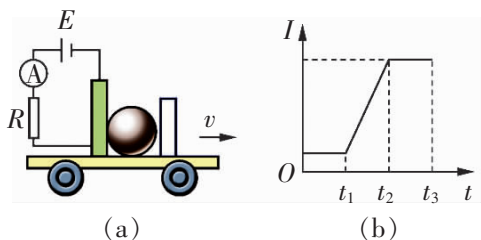

图 3-1
1. 压敏电阻的阻值随所受压力的增大而减小. 某同学利用压敏电阻设计了判断小车运动状态的装置, 其工作原理如图 3-1 (a) 所示. 将压敏电阻和一块挡板固定在绝缘小车上, 中间放置一个绝缘重球, 小车向右做直线运动过程中, 电流表的示数如图 3-1 (b) 所示. 下列判断中, 正确的是 ( ).